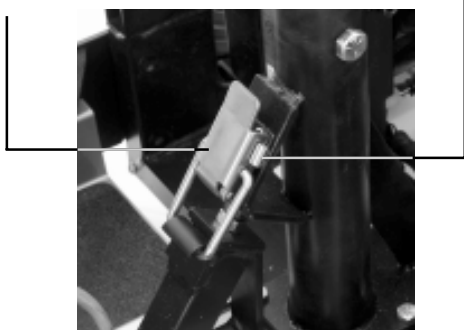

Figure 17. Fermail à bascule (fermé)
1. Pesez sur le bouton de détente tout en tirant sur le fermail. Voir la figure 17.
5. Enclenchez le fermoir à bascule. Voir la figure 17.